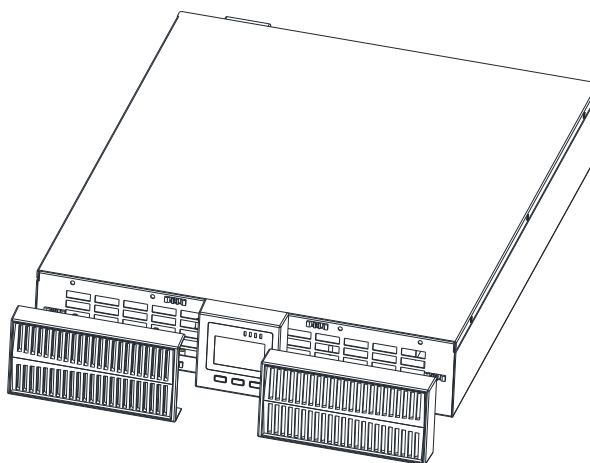

Рис.2-3 Снятие передней пластиковой крышки
1. Осторожно снимите переднюю пластиковую крышку лицевой панели, как показано на рис. 2-3.